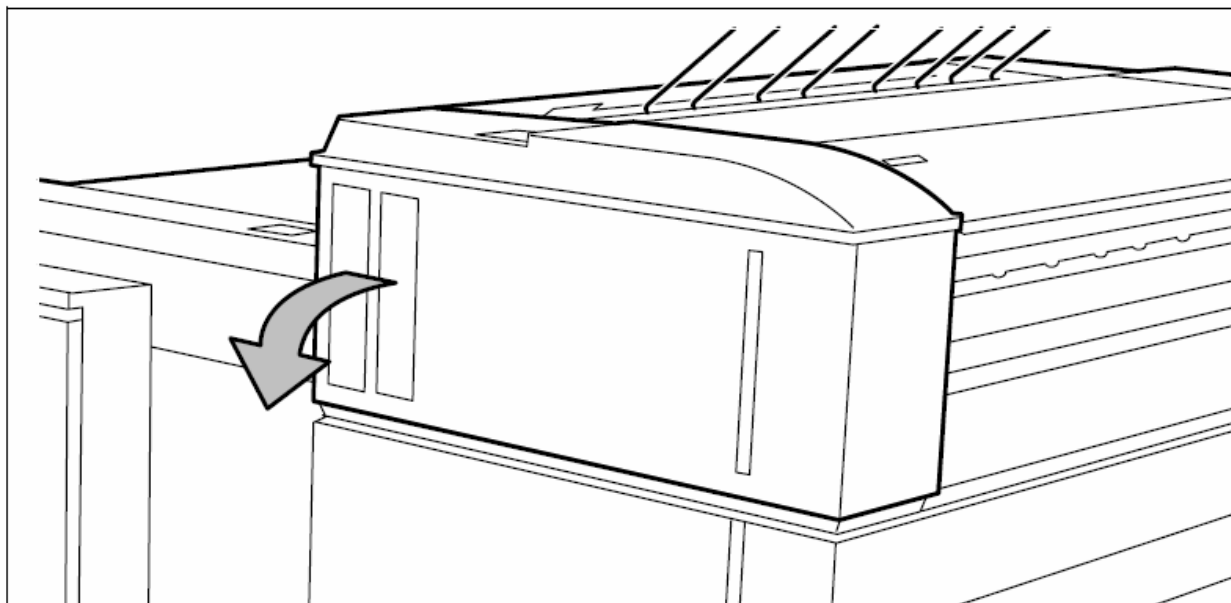

Рисунок 130: Показано, как открывать левую боковую крышку
4. Откройте крышку на левой стенке (смотрите рисунок 130).
2. Откройте крышку с левой стороны (смотрите рисунок 130 на странице 170).